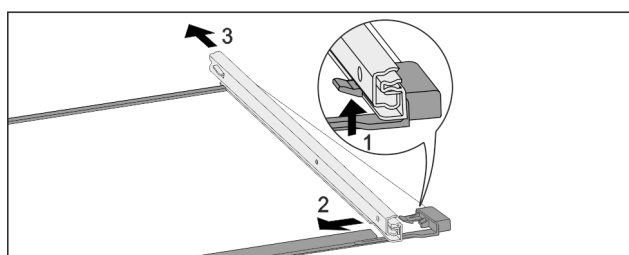

Fig. 71 Tablette en verre avec rails
- ▶ Pousser le crochet d'enclenchement avant vers le bas. *Fig. 71 (1)*
- ▶ Pousser le rail télescopique vers le côté *Fig. 71 (2)* et vers l'arrière *Fig. 71 (3)*.